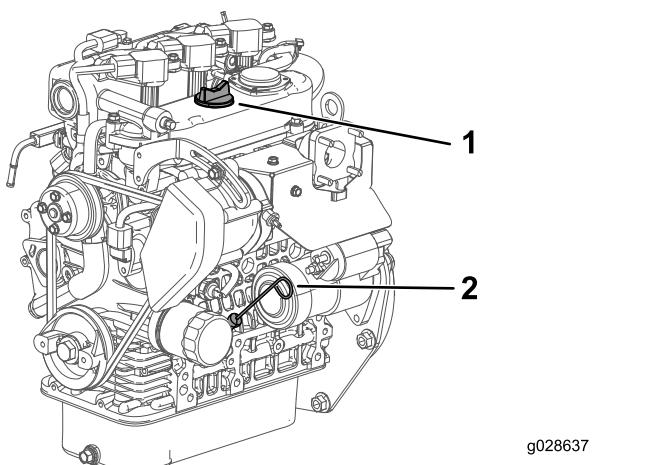

Figure 35
5. Remettez la jauge dans le tube en l'enfonçant complètement (Figure 35).
6. Ressortez la jauge et vérifiez le niveau d'huile (Figure 35).
7. Si le niveau est trop bas, retirez le bouchon de remplissage (Figure 35) et ajoutez la quantité d'huile nécessaire pour amener le niveau au repère maximum sur la jauge.
8. Revissez la jauge solidement en place (Figure 35).